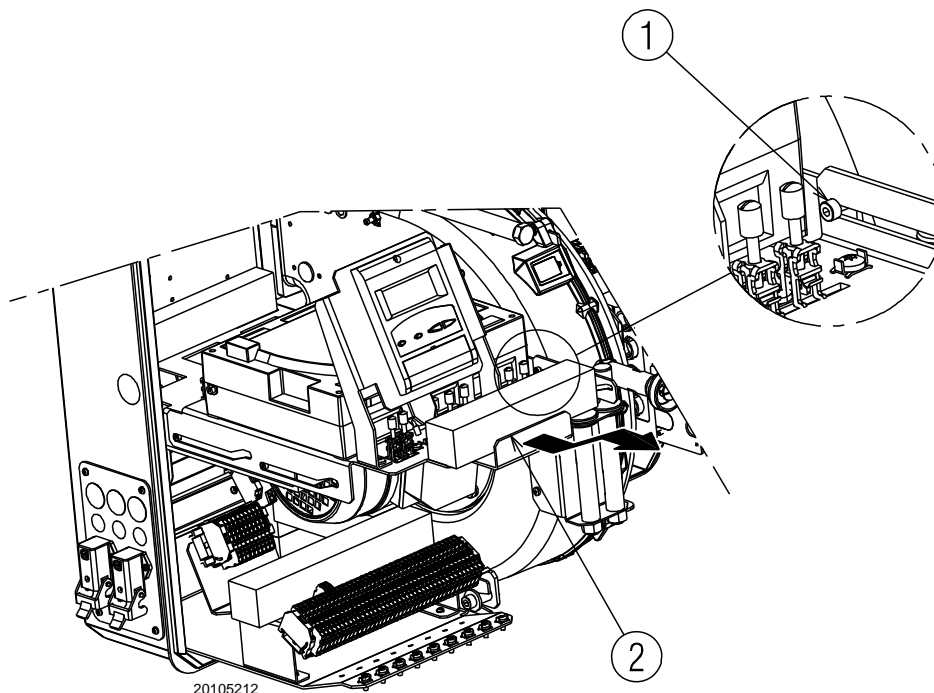

Fig. 38
- Allentare la vite di bloccaggio 1) (Fig. 38);